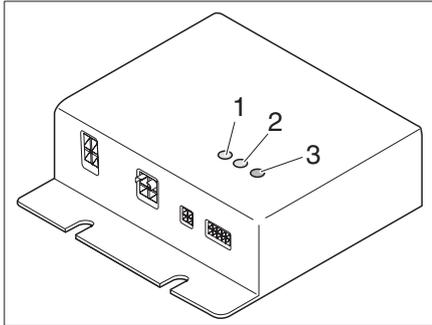

Fig. 83 Apparecchio di regolazione
L'apparecchio di regolazione (Fig. 83) è integrato nell'armadio guardaroba. Le spie di controllo sull'apparecchio di regolazione hanno il seguente significato:
- LED di controllo (Fig. 83,1) CR1 acceso in verde: il circuito di riscaldamento 1 è in funzione
- LED di controllo (Fig. 83,2) CR2 acceso in verde: Il circuito di riscaldamento 2 è in funzione
- LED di segnalazione errori (Fig. 83,3)